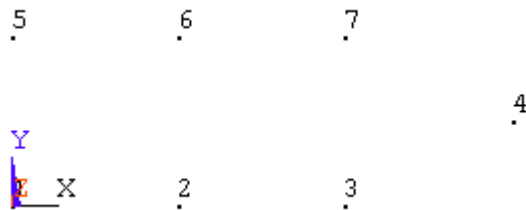

图2.21 节点的定义
本节将结合这些常用的节点操作生成如图 2.21 所示的 7 个节点。ANSYS 中还提供了许多其它高级的节点操作方法（如计算节点间距离、读写节点数据文本文件等），读者可以参考 ANSYS 自带的帮助文档。
(3) 在【Y-coord in active CS】文本框中输入节点在当然活动坐标系中的 Y 轴坐标值【5】，单击【OK】确认。至此，形成的节点模型即如图 2.21 所示。